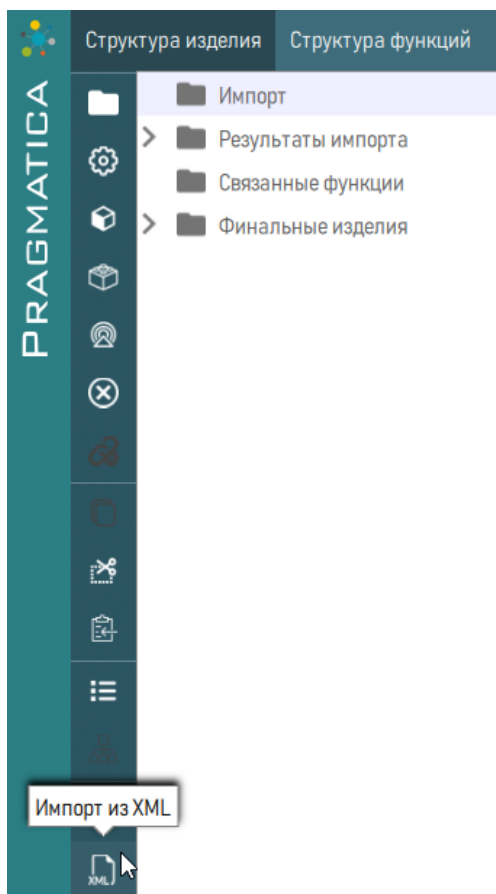

Рисунок 167 – Выбор папки для импорта
2) Нажать кнопку «Импорт из XML», расположенную слева на панели (рисунок 167).